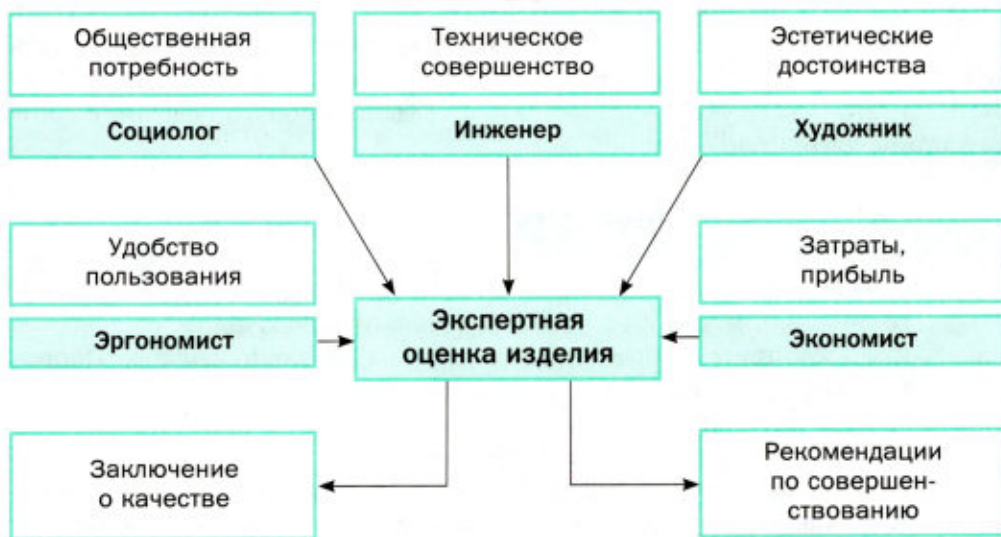

Рис. 1. Экспертиза и оценка изделия
Если попросить принять участие в нашем эксперименте дизайнера, то окажется, что он введёт в сравнение такой мощный набор критериев, о котором мы при первых своих попытках и не догадывались. Следовательно, чтобы смотреть на предметы глазами дизайнера, нужно уметь расширять банк критериев для сравнения. Для этого обратимся к схеме экспертной оценки любого изделия (рис. 1).
1. Пользуясь схемой (см. рис. 1), проведите экспертизу ученического рабочего места. Составьте письменное заключение.